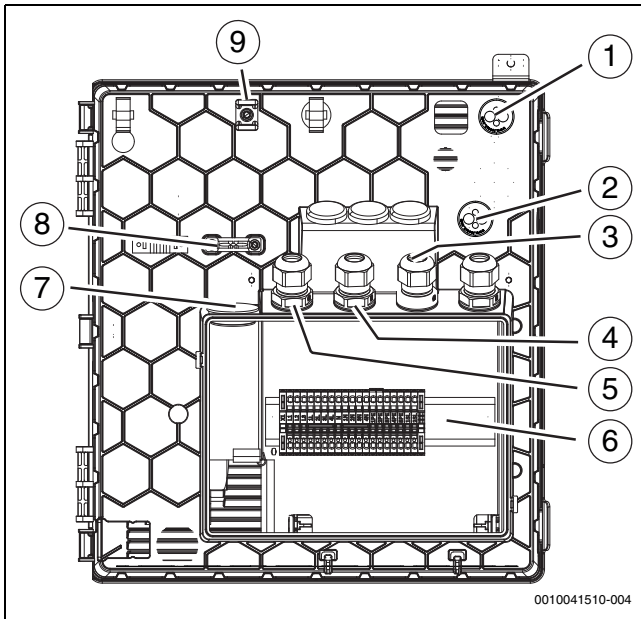

Bild 32 Kabeldurchführungen zum Klemmenkasten
Bei Kabeldurchführungen (→Abbildung 32 [1], [2], [7]) genügt ein kleiner Einstich in die Membran, dann können die Leitungen durchgeschoben werden.
- ▶ Nach dem Einföhren der Kabel die Kabelverschraubungen festziehen (→Abbildung 32 [3], [4], [5]).
- ▶ Die festgelegten Befestigungspunkte [9] für die Befestigung der durch die Einföhren geföhrt Kabel verwenden (→Abbildung 32 [1], [2]).